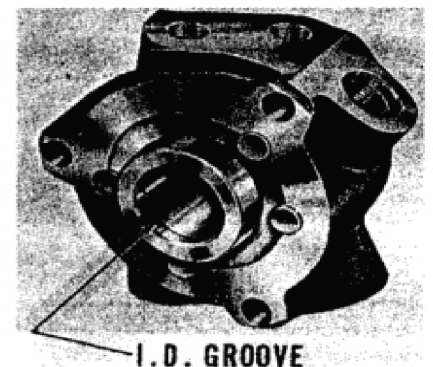

Fig. 15—Insert control valve spool in housing so that identification notch will be towards top end of steering shaft.
Schrijf een lijn over de stuurkolom, klepbehuizing en adapter om te vergemakkelijken Reassembly. Vakbond retourregel verwijderen (33—Fig. 12) van klepbehuizing, dis-kaart "0" ring (32) en de ontcreëring van de controleklep (34). De dop verwijderen schroeven die de stuurkolom behouden en kolom uit de stuur as verwijderen. Zorgvuldig ontnemen slot moer (38) en installeer het stuurwiel tijdelijk op schacht om de schacht vast te houden tijdens het losschroeven noot. Verwijder het stuurwiel en moer en positie stuurinrichting op bank, zodat de stuur as is in horizontale positie. De lentewasser van de dia (37), bovenste stuwkrachtlager (36), klepmontage (27) en lagere stuwkracht lager (26) uit de stuur as. Opmerking:Zorg ervoor dat de klep spoel regelen,zuigers (30) en controlekleppen (29) doen niet drop-out van klep behuizing zoals het is verwijderd uit de stuuras. Unbolt Los en verwijder adapter (23) van de besturing tandwielbehuizing. Let op welk uiteinde van de regelklep spoel heeft de identificatiegroef (Fig. 15), dan schuif spoel uit de behuizing. Verwijder de zes zuigers (30—Fig. 12), drie veren (35) en de twee controleren kleppen (29), waarbij wordt op aan de plaats van welk gat de controlekleppen. Als een van de koperen stoelen (28 en/of 31) voor de pomp druklijn en de stuurcilinder lijnen zijn beschadigd, verwijder ze uit klepbehuizing door een tap in te ijzing de zitting, klemkraan in het vizier en trekken van de behuizing van de stoel. Verwijder zegel (40) en bushing (42) uit stuurkolom. Verwijder zegel (24) uit adapter (23). Alle verwijderde onderdelen inspecteren op schade of onnodige slijtage en vernieuwen van niet ac-